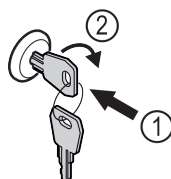

Fig. 190
- ▶ Вставьте ключ. Fig. 190 (1)
- ▶ Поверните ключ на 90° по часовой стрелке. Fig. 190 (2)